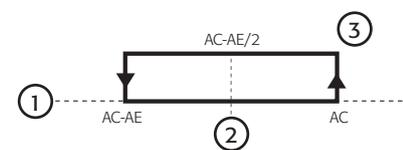

Fig. 4.l
- Gibt die Überschreitung der Grenze zwischen Ac und AE an (aus der Berechnung: $Ac-AE/2$, siehe Fig. 4.l);
- Gibt die Überschreitung des Temperatursollwertes Ac an (siehe Fig. 4.l);